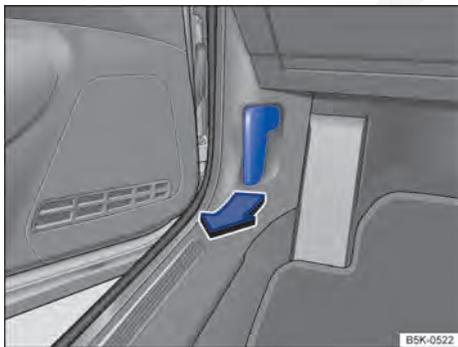

Fig. 172 No área para os pés no lado do condutor: alavanca de destravamento da tampa do compartimento do motor.
- Antes de abrir a tampa do compartimento do motor, assegurar-se de que os braços dos limpadores do para-brisa estejam encostados no para-brisa ⇒ ①.
- Abrir a porta do condutor e puxar a alavanca de destravamento no sentido da seta ⇒ Fig. 172. A tampa do compartimento do motor salta para fora do travamento do fecho pela pressão da mola ⇒ ⚠.